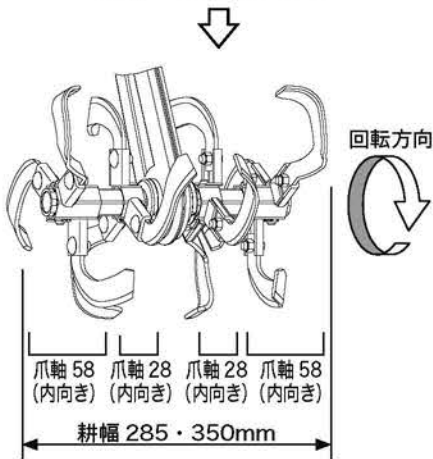

図 3-25 逆転内向き
1. 「耕うん作業（出荷状態）」の状態から、爪軸28を左右入れ替えて爪軸58と爪軸28の爪の向きを同じ方向にします。（図 3-25）
2. 爪軸パイプごと180° 反転して、左右入れ替えて取り付けます。（図 3-25）
3. 爪軸 58 の取付ピン位置を変更することにより、耕幅の変更ができます。（図 3-25）